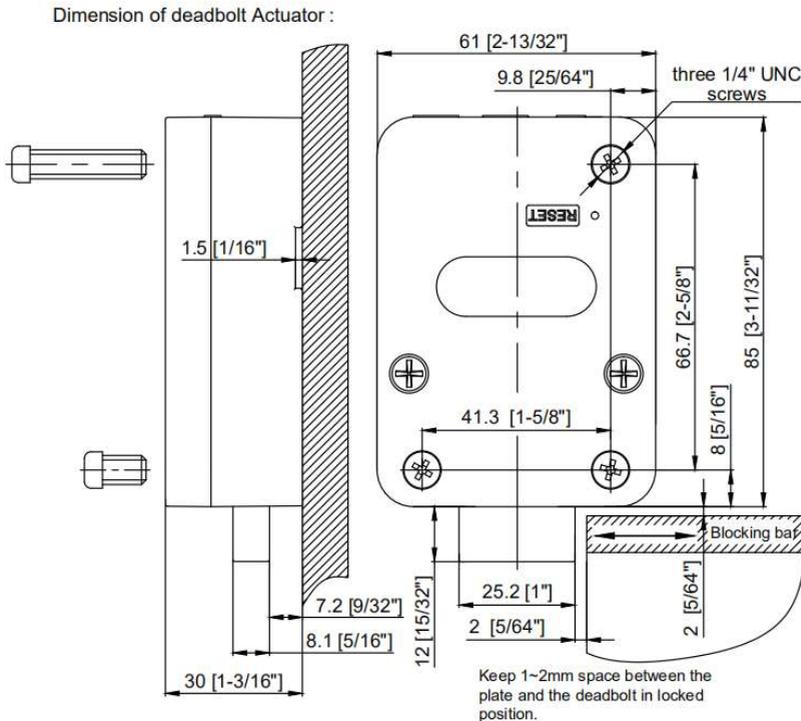
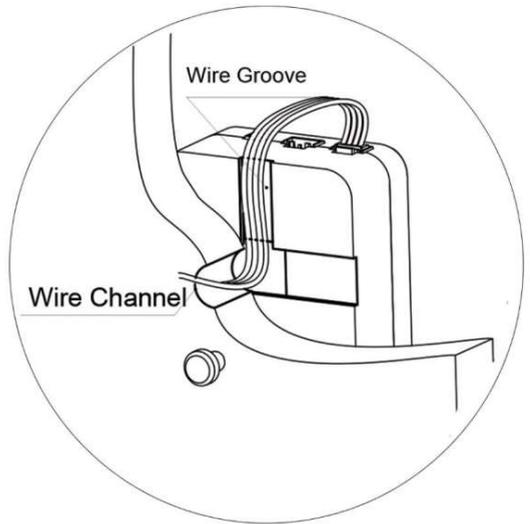

Abb. 5
Abb. 7
- Zwischen der Sperrfläche des Schloßriegels und dem Sperrpunkt des Riegelwerks ist ein Mindestabstand von 1-2 mm erforderlich, wenn das Riegelwerk des Tresors vollständig verriegelt ist. (Abb. 5) Ein blockierter Riegel kann nicht geöffnet werden.
1. Bohren und schneiden Sie drei Befestigungslöcher M6 in die Montageplatte des Tresors, bzw. Riegelwerks. (Abb. 5)
3. Verwenden Sie die drei werkseitig mitgelieferten M6 Befestigungsschrauben, um das Schloß auf der Montageplatte zu befestigen. Achten Sie darauf, dass das Verbindungskabel in der Nut verläuft. (Abb. 7 & 8) Achten Sie darauf, dass zwischen der Sperrfläche des Schloßriegels und dem Sperrpunkt des Riegelwerks ein Abstand von mindestens 1-2 mm besteht. (Abb. 5)